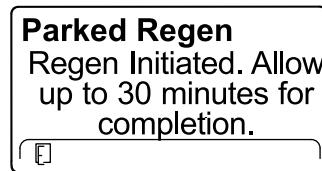

Figure 66
6. L'InfoCenter affiche un message indiquant la durée de la régénération (Figure 66).